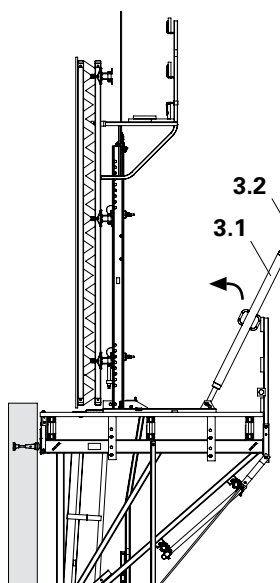
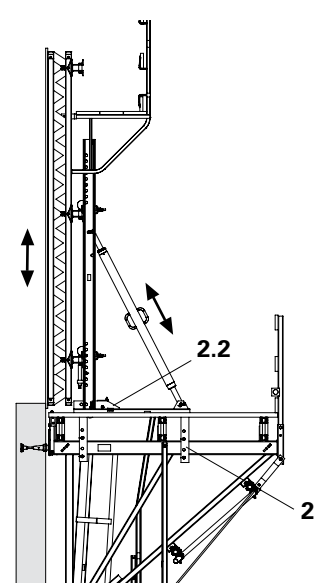

Fig. B2.08
Fig. B2.09
6. Fissare il puntone di stabilizzazione (3.1) al corrente verticale con perno $\varnothing 25 \times 180$ e inserto a molla (3.2). (Fig. B2.08)
9. Portare il carrello (2) con cassaforma verso la parete e bloccarlo con il cuneo (2.2).
10. Regolare la cassaforma. (Fig. B2.09)